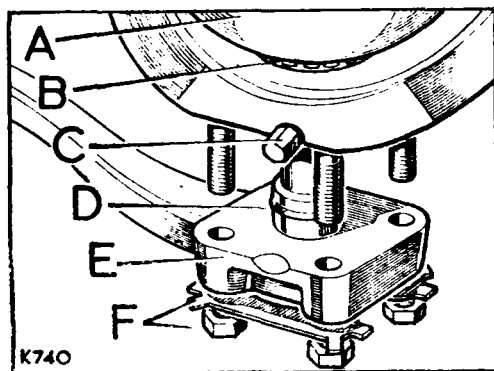

Fig. F1-47.- Brazo de acoplamiento y conjunto del pivote.
- 3.05.- Situar el cojinete cónico de rodillo, B (Fig. F1-47) en su alojamiento de la parte inferior del cárter del pivote, A, y la caja del cojinete dentro del cárter del pivote.